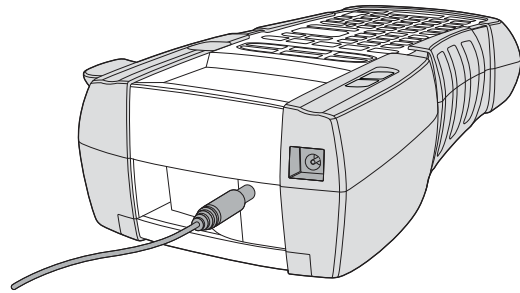

Abbildung 2
1. Stecken Sie den Netzadapter in die Netzanschlussbuchse an der Oberseite des Druckers. Siehe Abbildung 2.